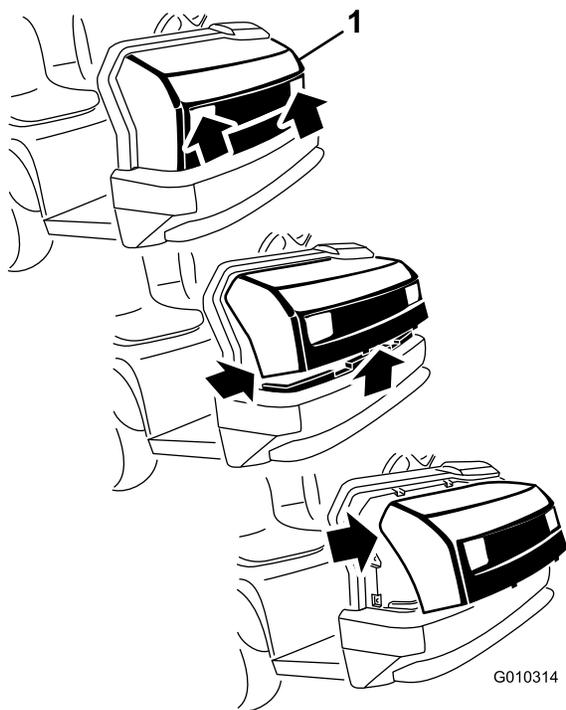

Рисунок 39
1. Взявшись за капот в области проемов фар, поднимите его вверх, чтобы высвободить нижние монтажные лапки из пазов рамы (Рисунок 39).
2. Отклоните низ капота вверх настолько, чтобы верхние монтажные лапки можно было извлечь из пазов рамы (Рисунок 39).
3. Наклоните верх капота вперед и отсоедините разъемы проводки от фар (Рисунок 39).